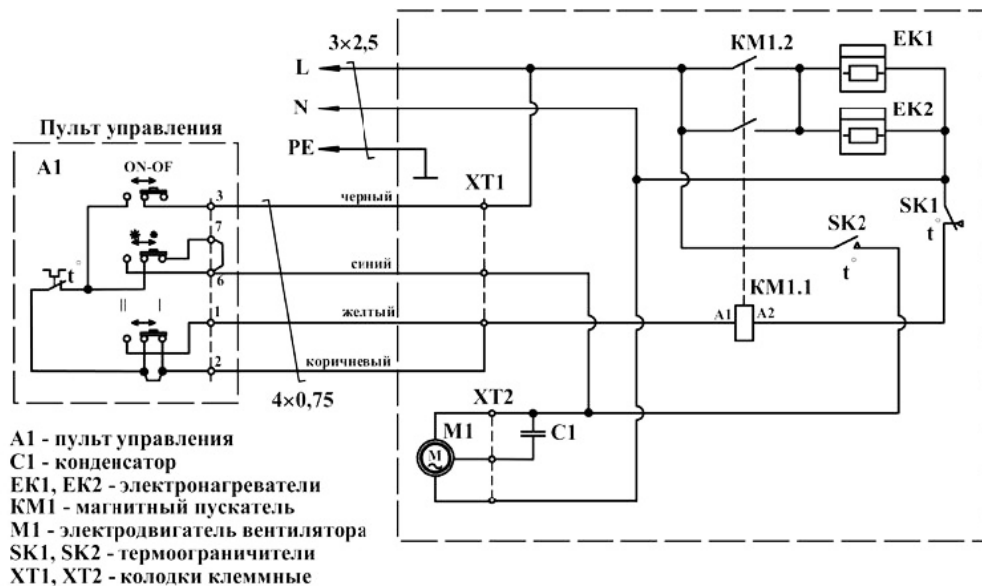

Рис. 4 Схема электрическая занесы SWT-5.800
5.5 Электрические схемы завес приведены на рис. 4, 5, 6 Приложения.